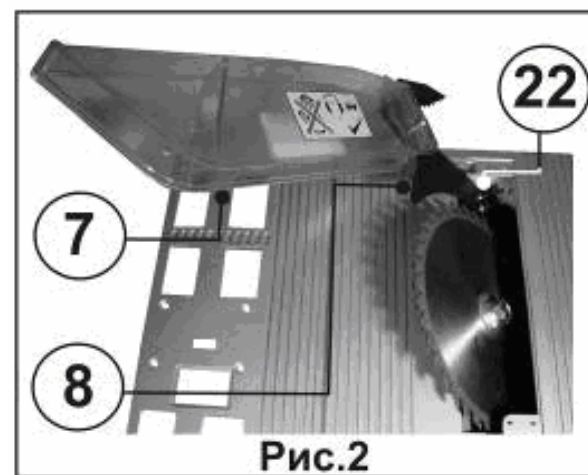

Рис.2
8.2. Установка защитного кожуха с расклинователем и антиотбрасывателем (Рис.2)
8.2.2. С помощью рукояток (15) и (19), Рис.1, приведите пильный диск в положение, показанное на Рис.2.
8.2.4. Закрепите защитный кожух (7) на расклинователе (8), как показано на Рис.2.